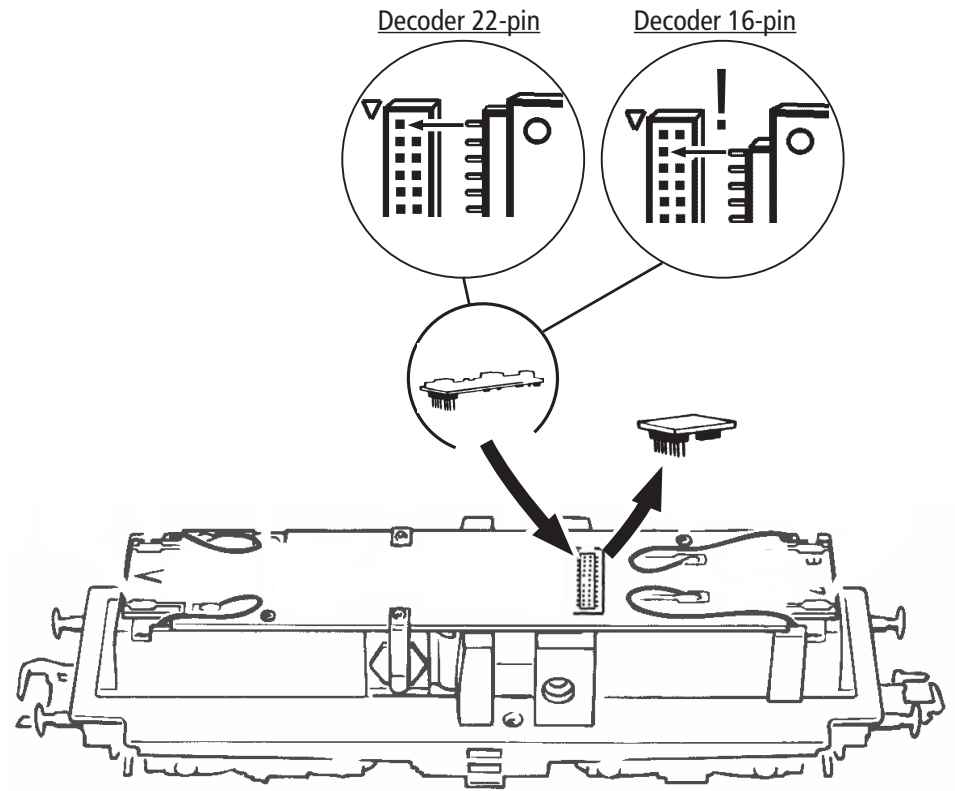
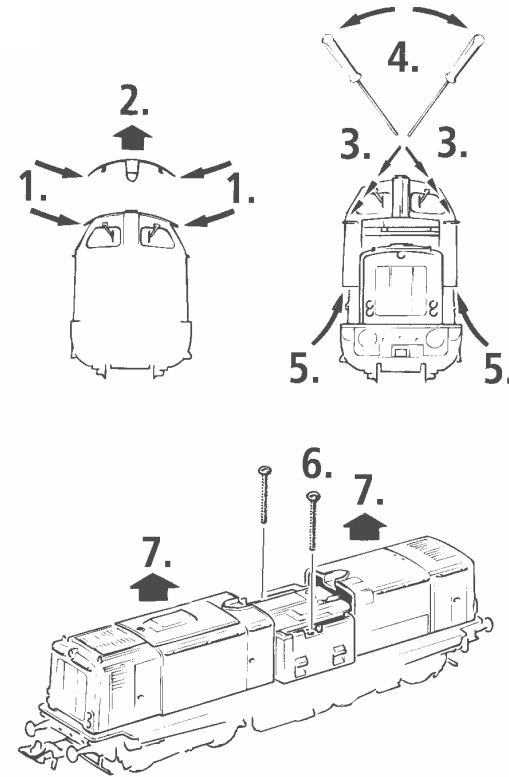

Fig. 8
Fig. 4
**1. Reinigung der Radstromkontakte:** Radstromkontakte können auf unsauberen Schienen leicht verschmutzen. Entfernen Sie **vorsichtig** mit einem kleinen Pinsel **den Schmutz** an den in Fig. 8 gekennzeichneten Stellen.
**3. Haftreifenwechsel:** Zuerst den Getriebedeckel abnehmen (Fig. 4). Danach den **Radsatz** herausnehmen und die **Haftreifen** mit einer Nadel od. mit einem feinen Schraubendreher abziehen (Fig. 8). Beim Aufziehen der neuen Haftreifen darauf achten, dass diese sich nicht verdrehen.
**1. Cleaning of wheel contacts:** Wheel contacts easily get dirty on tracks which are not entirely clean. Use a small brush to **remove dirt** from spots marked in fig. 8.
**3. Change of traction tyre:** Remove the gear cover (fig. 4). Take out **wheel set** and remove **traction tyre** using a pin or a fine screwdriver (fig. 8). When pressing on the new traction tyre please **avoid twisting it**.
**1. Nettoyage des lames de courant aux roues:** Les lames de contacts risquent de s'encrasser rapidement sur des voies poussiéreuses. Veuillez **enlever la poussière** aux endroits marqués à la fig. 8 à l'aide d'un petit pinceau souple.
Enlevez la fiche de shuntage de l'interface (à conserver!) et enfichez finalement la fiche du module de télécommande aux prises de l'interface. Veuillez à la position correcte de la fiche (voir fig. 8).
**3. Échange des bandages d'adhérence:** Démontez d'abord **le couvercle du carter des engrenages** des en-grenages (fig. 4). Délogez ensuite les essieux ban-dagées et enlevez, à l'aide d'une aiguille ou d'un tourne-vis fin, les bandages d'adhérence (fig. 8). Lors du montage des nouveaux bandages veuillez veiller à ce que les bandages **ne soient pas tor-dues**.